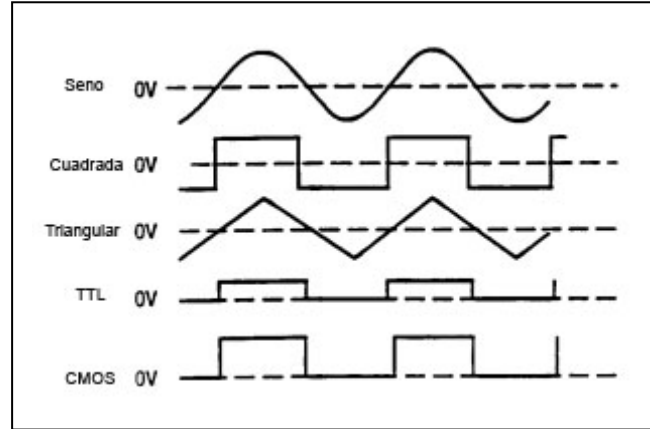

Figura 2. Formas de onda de salida y relación de fase
1. Inicialmente, verifique los switches **DUTY CYCLE** (14), **CMOS LEVEL**(13), **DC OFSSET**(12), y - 20dB (11) estén desactivados. Esto producirá una onda simétrica no afectada por el generador de barrido y otros controles.
2. Enchufe la unidad en una fuente de energía apropiada y enciéndalo oprimiendo el switch **POWER** (1)
3. Seleccione la onda de forma deseada (**SINE**, **SQUARE**, **TRIANGLE**) oprimiendo uno de los switches de **FUNCTION** (3). Sus relaciones de fase se muestran en la figura 2.
4. Seleccione la frecuencia de la onda de forma oprimiendo uno de los switches **RANGE** (2).
5. Gire el control **FREQUENCY** (15) para fijar la frecuencia de salida rápidamente al valor deseado. La frecuencia seleccionada estará disponible en el jack **OUTPUT** (6). Además, una señal digital estará presente en el jack **TTL/MOS** (7) (Refiérase a la señal **TTL/CMOS OUTPUT** de este manual.